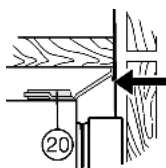

Fig. 16
- ▶ Indien nodig de opvulstrook door verschuiven parallel ten opzichte van de kastbovenkant uitlijnen Fig. 16 (20). De strook mag niet naar voren uitsteken.